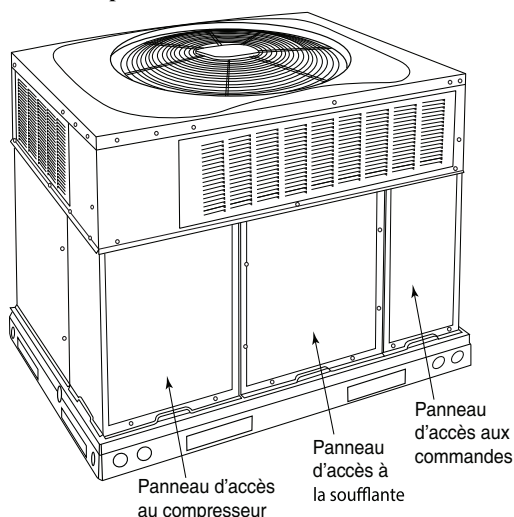

Fig. 18 – Panneaux d'accès de l'appareil
- a. Retirez les panneaux d'accès du ventilateur (consultez la Fig. 18).
- g. Réinstallez les panneaux d'accès du ventilateur (consultez la Fig. 18).
1. Retirez le panneau d'accès de commande (consultez la Fig. 18).
Retirez les panneaux d'accès du ventilateur (consultez la Fig. 18). L'interrupteur de limite est situé sur le compartiment de ventilateur.
3. Retirez le panneau d'accès de commande (consultez la Fig. 18).
Retirez les panneaux d'accès (consultez Fig. 18) pour accéder aux commandes électriques et au câblage. Vérifiez que toutes les connexions électriques sont bien serrées. Serrez toutes les vis des connexions. Si les connexions portent des traces de décoloration ou de brûlure, démontez les connexions, nettoyez toutes les pièces, coupez et dénudez l'extrémité des fils, puis refaites-les correctement en serrant bien.
Une fois la procédure d'inspection des commandes électriques et du câblage terminée, remettez les panneaux d'accès en place (consultez Fig. 18). Mettez l'appareil en marche et vérifiez son bon fonctionnement sur un cycle complet de chauffage et de refroidissement. Si des problèmes surviennent durant le cycle de fonctionnement, ou si l'on suspecte une anomalie, vérifiez chaque composant électrique à l'aide d'un instrument de contrôle approprié. Reportez-vous à l'étiquette de câblage de l'appareil pour l'exécution de ces contrôles.